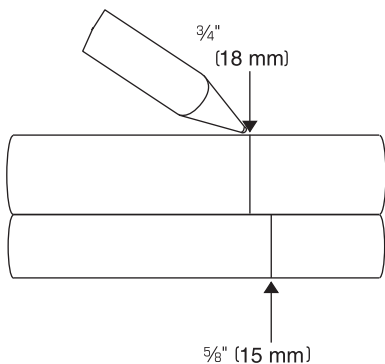

Fig. 18
1. a) **Tienda** los tubos ROJO y VERDE encima del diagrama y tienda el tubo AZUL en la parte inferior. Use una pluma para **marcarlos** a la altura de las flechas (Fig. 18).
- b) Use una regla o **coloque** el tubo desde el suministro de agua fría en la parte superior del diagrama y **marque** una línea a  $\frac{3}{4}$ " (18mm) o a la altura de la flecha (Fig. 18).